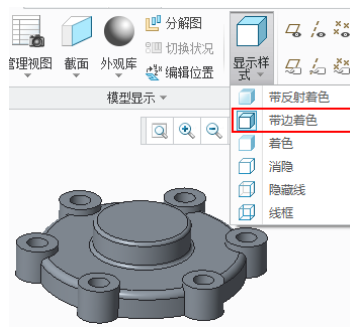

图 1-25 “带边着色”样式
- 带边着色：模型表面为灰色，部分表面有阴影感，高亮外显示所有边线，效果如图 1-25 所示。